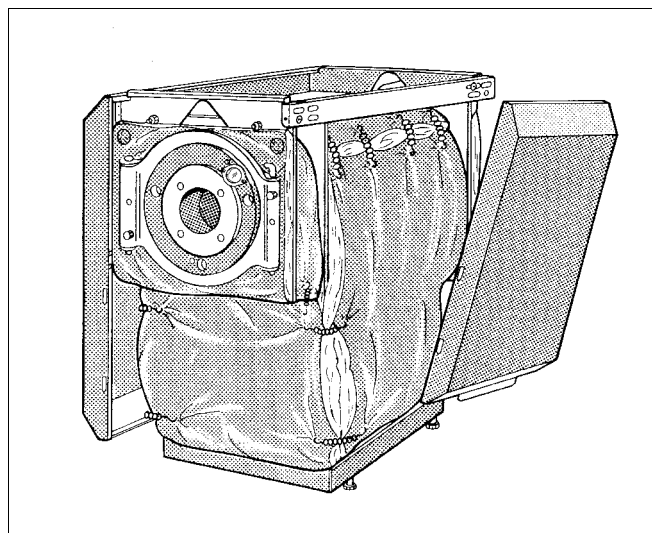

Рис. 9 Установка боковых стенок
- Вставьте внизу боковые стенки отбортовкой за раму котла (рис. 9).